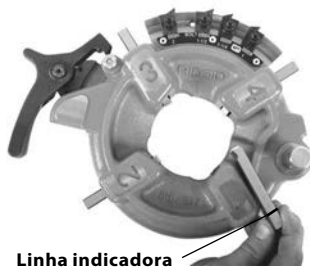

Figura 14 - Inserir as tarraxas
5. Insira as tarraxas apropriadas na cabeça de roscar, a extremidade numerada para cima até a linha indicadora estar em cima da extremidade da cabeça de roscar (ver Figura 14). Os números das tarraxas têm de corresponder aos das ranhuras na cabeça de roscar. Substitua sempre as tarraxas em conjunto - não misture tarraxas a partir de conjuntos diferentes.